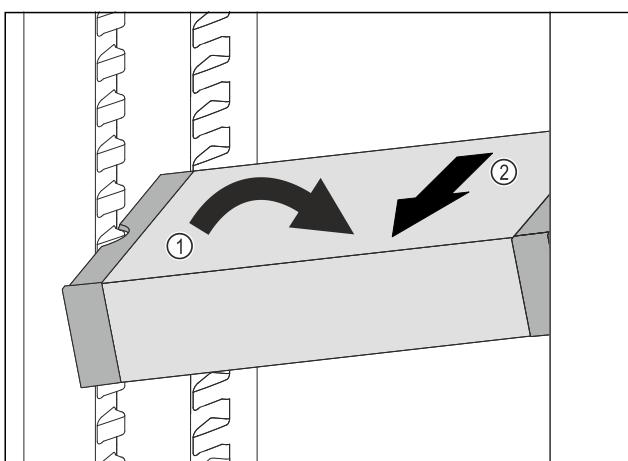

Fig. 157
▶ 在冷藏区中倾斜 VarioSafe。 Fig. 157 (1)
▶ 向前取出 VarioSafe。 Fig. 157 (2)